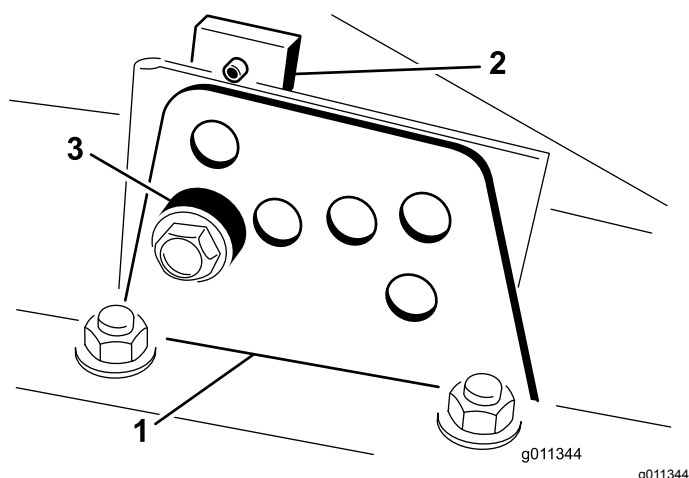

Bild 18
2. Lockern Sie die Schraube, mit denen die Schnitthöhenhalterungen an der Schnitthöhenplatte (vorne und an beiden Seiten) befestigt sind, siehe Bild 18.
4. Entfernen Sie das Distanzstück, während Sie gleichzeitig die Kammer abstützen (Bild 18).